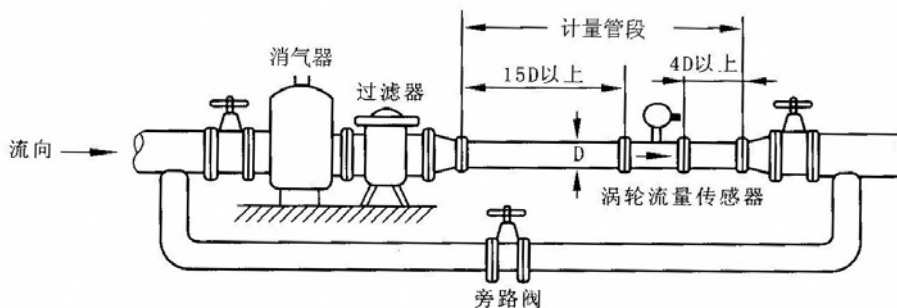

图 7 传感器安装管路图
d 必要时在直管段中装入整流器，整流器的形状如图 7 所示。
(3) 典型的传感器安装管路，如图 7 所示。